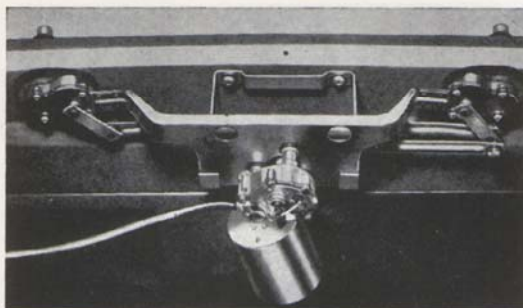

Bild 105. Vindrutetorkaren monterad.
4. Lossa de fyra skruvarna som håller torkaren vid karossen och lyft bort densamma, bild 105.